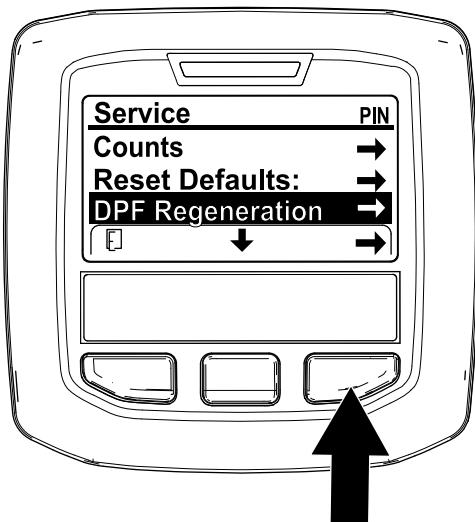

Bild 31
- Navigieren Sie auf das Menü „Service“ und drücken Sie die mittlere Taste, um auf die Option DPF REGENERATION zu navigieren (Bild 31).
- Drücken Sie die rechte Taste, um den Eintrag „DPF Regeneration“ auszuwählen (Bild 31).